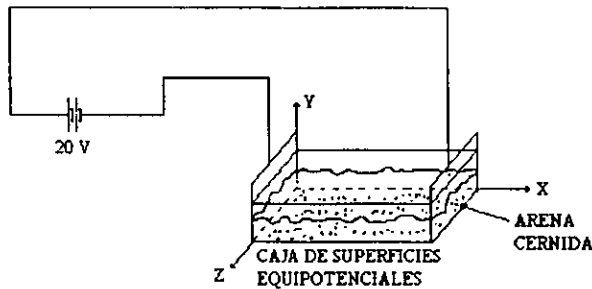

FIGURA 9
a) Arme el dispositivo de la figura 9 y aplique un voltaje de 20 volts